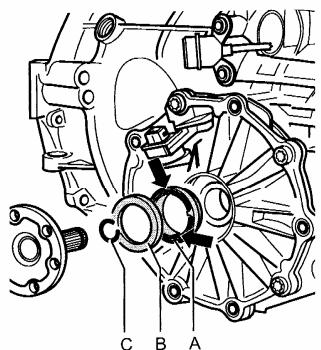

图 12-115 主动轮安装位置
- ①主动轮 A 的支承轴颈应指向密封圈 B，并座落在差速器的槽孔中，如图 12-115 所示。
- ②止动卡箍（图 12-115 中箭头）应进入到差速器的旋转式槽孔中。
- ③每次均更换密封圈 B 和卡簧 C（图 12-115）。
- ④安装时用芯棒 VW 295 嵌装法兰轴。
- ⑤安装完毕后加注变速器油。